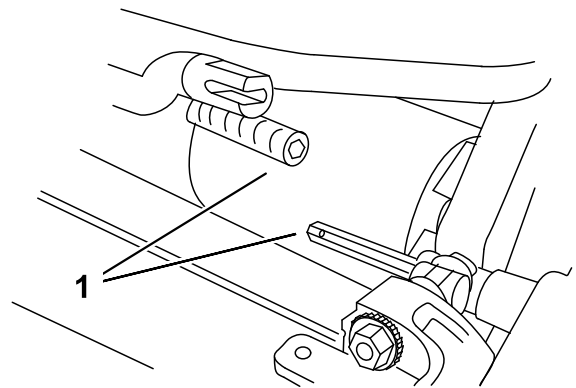

図 7
3. カッティングユニットをトラクションユニットの下に押し込み、次に左に押してトランスミッションのカップリングに接続する図7。